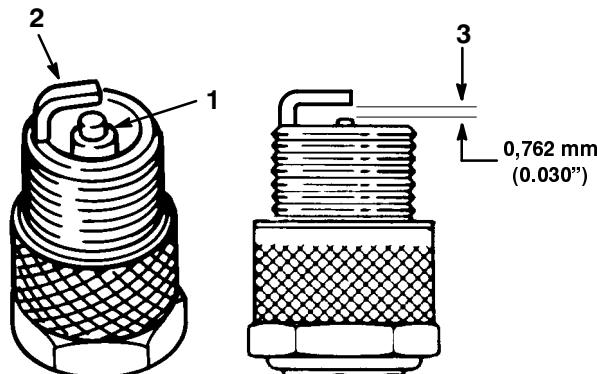

Abbildung 25
- Auf die Mitte der Zündkerze sehen (Abb. 25). Wenn der Kerzenstein hellbraun oder grau ist, ist der Motor richtig eingestellt. Eine schwarze Schicht am Kerzenstein weist gewöhnlich auf einen schmutzigen Luftfilter hin.
- Den Abstand zwischen den mittleren und seitlichen Elektroden prüfen (Abb. 25). Die seitliche Elektrode verbiegen (Abb. 25) wenn der Abstand nicht stimmt.